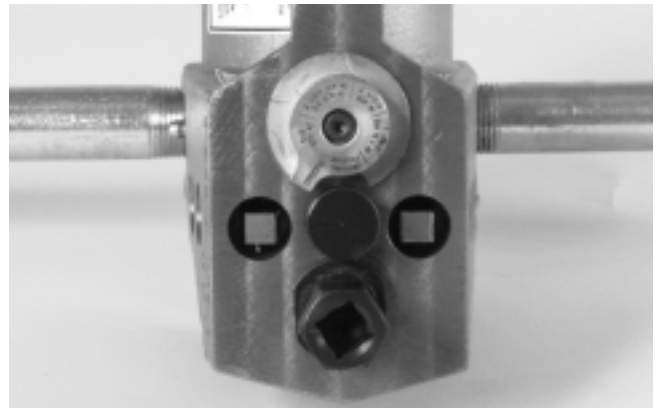

Figure 8 – Détail de la jauge de profondeur calibrée en position de rainurage
4. Visez la vis de réglage jusqu'à ce que sa tête touche la jauge de profondeur. Ramenez la jauge de profondeur calibrée à la position de rainurage (Figure 8).